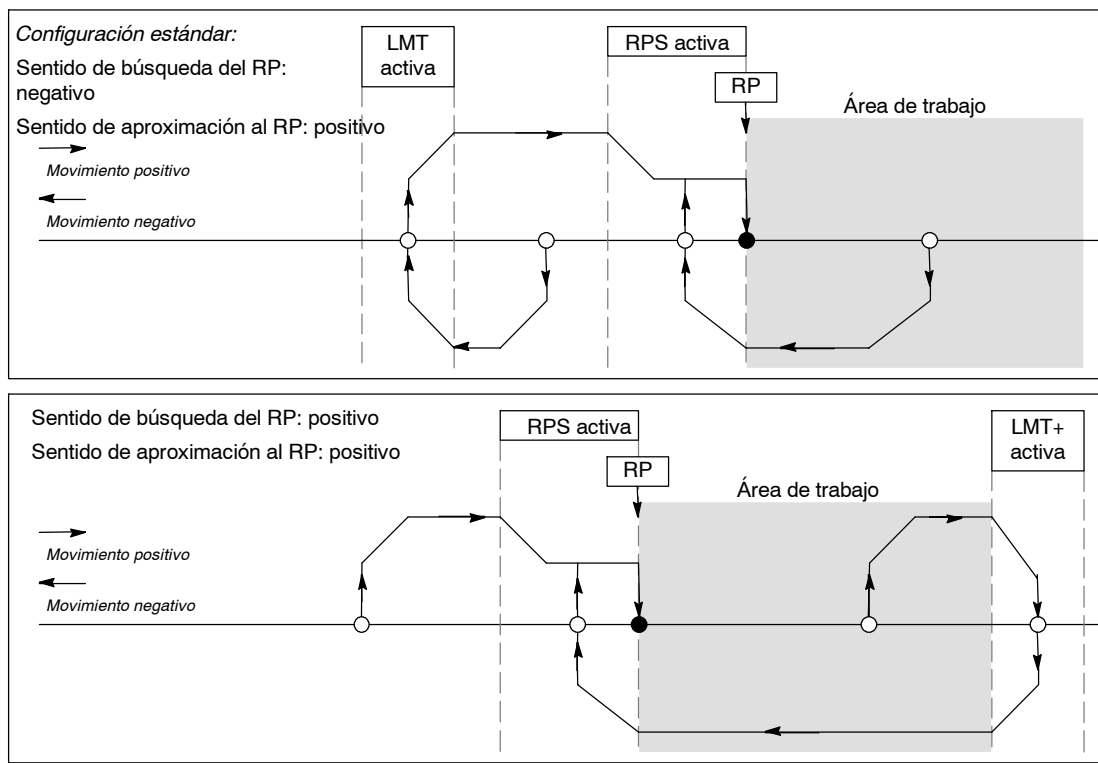

Figura 9-21 Modo 1 de búsqueda del RP
- ☐ La figura 9-21 muestra dos opciones del modo 1 de búsqueda del RP. En este modo, el RP es el punto donde se activa la entrada RPS en la aproximación desde el área de trabajo.